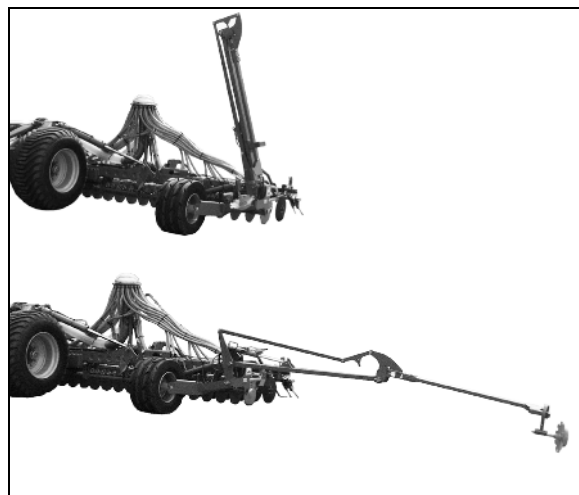

Рис. 34
- Срезной болт (Рис. 34/1)
- Запасные срезные болты (Рис. 34/2)